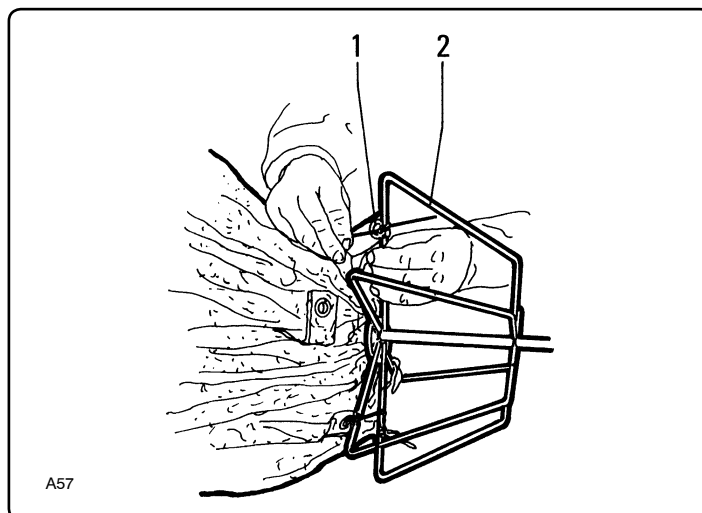

Рис. 7.5.2
- Открутите каркас «6» и переверните фильтр, чтобы обеспечить доступ к соединительному зажиму «1» рис. 7.5.2.
- Вставьте каркас «2» (рис. 7.5.2) и установите его на фильтре с помощью хомутов «1» на дне фильтра.